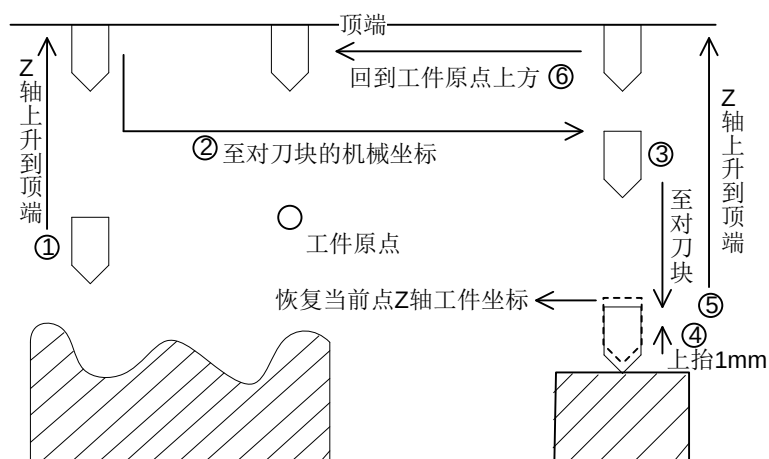

图 3-21 第二次对刀示意图
- 换刀或断刀后，按下 **F5【对刀】**，在弹出的新操控栏下按 **F2【第二次对刀】**，恢复当前点 Z 轴工件坐标值，如图 3-21 所示，该过程系统自动完成；